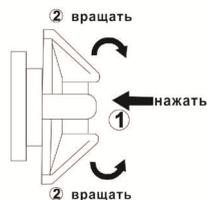

рис. 1
3.1 Наденьте маску на голову. Нажмите регулируемую ручку вниз (в заднем положении головы), одновременно вращая ее против часовой стрелки, чтобы увеличить длину окружности обруча, или по часовой стрелке, чтобы уменьшить длину окружности головного обруча (рис. 1).